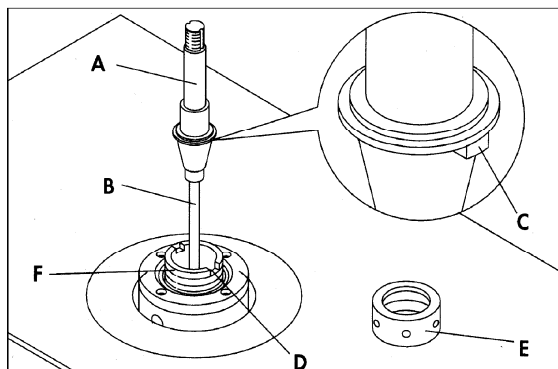

Рисунок 3
4. Закрутите короткий резьбовой конец приводного стержня (В, рис. 3) в резьбовое отверстие нижнего конца сменного шпинделя (А, рис. 3). Снимите две контргайки и клиновидную шайбу с другого конца приводного стержня (В, рис. 3).
5. Аккуратно вставьте приводной стержень (В, рис. 3) и шпиндель (А, рис. 3) вниз в вал, как показано на рисунке. Убедитесь, что шпонка (С, рис. 3) на шпинделе вошла в канавку (D, рис. 3), закрутите гайку шпинделя (Е, рис. 3) на резьбу (F, рис. 3).